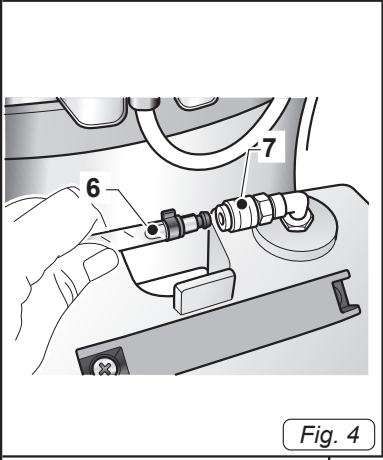

Fig. 4
- Die Reinigungsmittel-Saugleitung (6 Abb. 4) an den Schnellanschluss (7 Abb. 4) anschließen; zum Lösen der Saugleitung, den Schnellanschluss (7 Abb. 4) nach innen drücken.